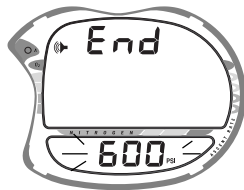

Fig. 33 - Einstellung Alarm
- Die Anzeigen **End**, das Lautsprechersymbol und das Symbol für Flaschendruck erscheinen, die Anzeige für den Flaschendruck blinkt (Abb. 33).